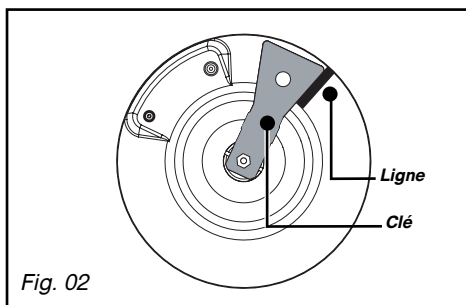

Fig. 02
– Tracez une ligne sur la plaque d'âtre à l'aide d'un crayon à l'endroit indiqué (Fig. 02).